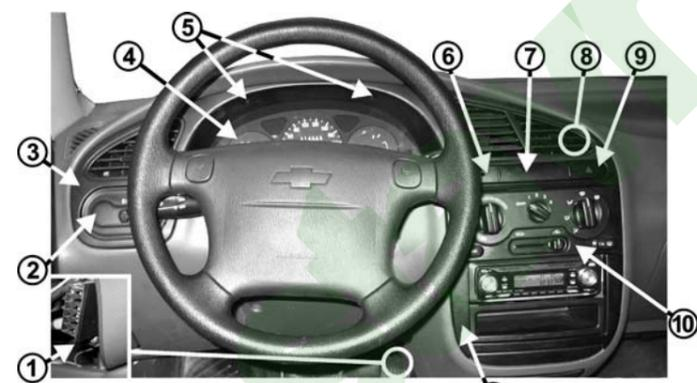
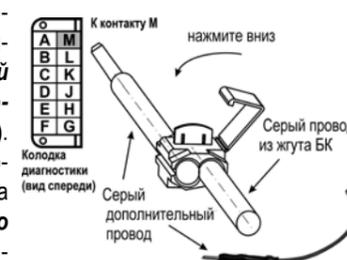

рис.8 Панель приборов а/м Chevrolet Lanos
рис.11 Схема подключения дополнительного провода М-линии
3.2 Отсоедините регулятор направления световых пучков фар (поз.2, рис.8), отсоединив его колодку.
3.4 Отвернуть два других самонарезающих винта (поз.5, рис.8) крепления щитка панели приборов (поз.3, рис.8).
3.5 Снимите декоративную накладку консоли (поз.11, рис.8). В верхней части её фиксируют две металлические скобы, а внизу пластмассовые защёлки и поэтому нужно, прижав тонкой отвёрткой поочередно правую и левую верхнюю часть металлических скоб соответственно, аккуратно вытянуть на себя декоративную накладку консоли.
3.8 Аккуратно выдвините на себя модуль управления системой вентиляции и отопления (поз.10, рис.8).
3.10 Извлеките выключатель задних противотуманных фар (поз.6, рис.8) и выключатель аварийной сигнализации (поз.9, рис.8), также отсоединив их колодки.
3.12 Отверните четыре самонарезающих винта (находятся справа и слева от комбинации приборов) крепления комбинации приборов к кронштейну и аккуратно выведите комбинацию приборов (поз.4, рис.8) на себя.
3.20 Для автомобилей CHEVROLET LANOS до 2008 г.в. (ЕВРО-2) Протяните провод "М-линия" - линия обмена данными с контроллером электронной системы управления двигателем (**серый** провод жгута БК) от места предполагаемой установки БК до колодки диагностики (поз.1, рис.8). При помощи зажимов (рис.4) присоедините **серый дополнительный провод М-линии** (рис.5) к **серому** проводу из жгута БК (рис.11).